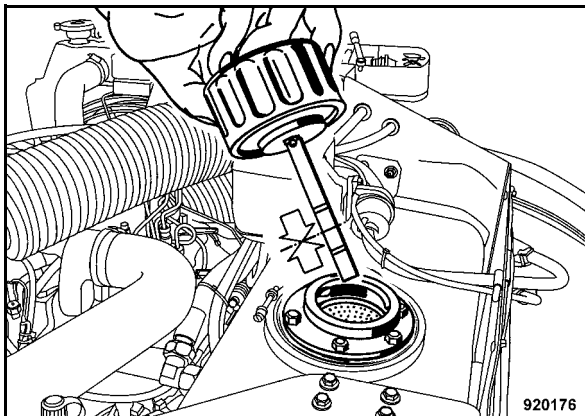

Fig. 93
- Comprobar el nivel del aceite hidráulico con la varilla de medición. El nivel de aceite debe estar entre las marcas MIN y MAX (Fig. 93).